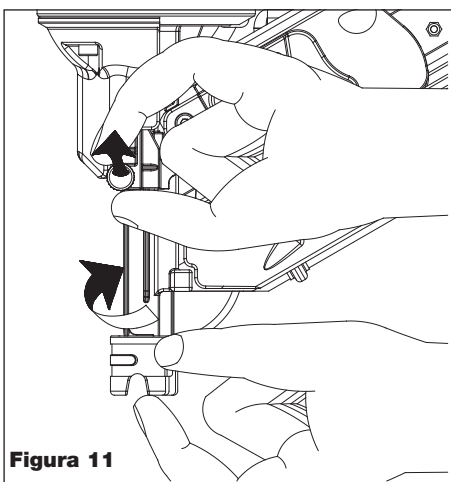

Figura 11
2. Tire del pasador rojo hacia afuera. Gire 1/4 de vuelta el elemento de contacto de trabajo (WCE) como se muestra. Suelte el pasador rojo. Vea la figura 11.